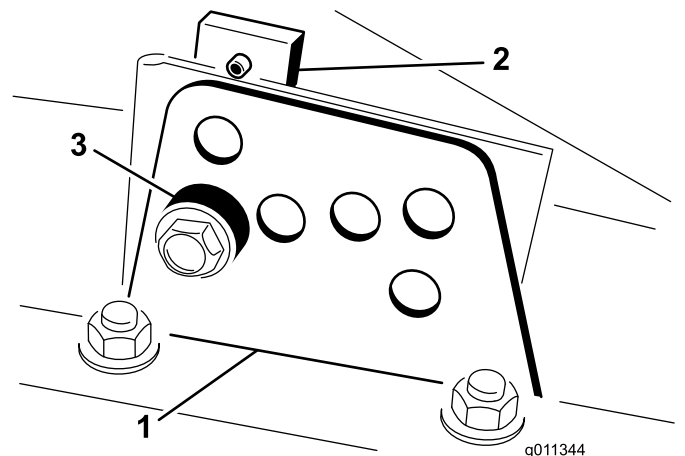

Bild 15
2. Lockern Sie die Schrauben, mit denen die Schnitthöhenhalterungen an der Schnitthöhenplatte (vorne und an beiden Seiten) befestigt sind, siehe (Bild 15).
- Entfernen Sie das Distanzstück, während Sie gleichzeitig die Kammer abstützen (Bild 15).